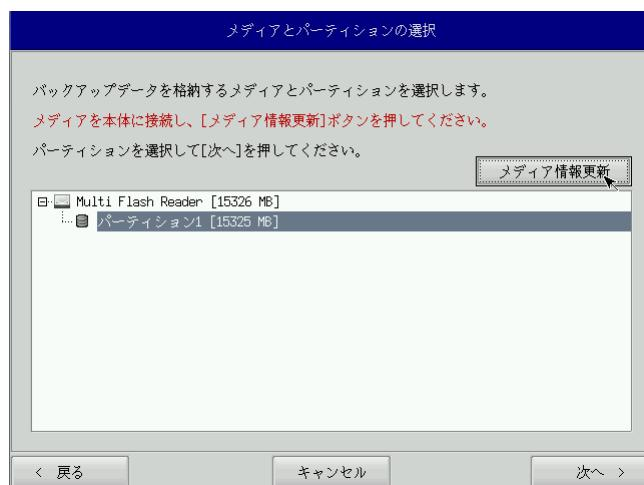

図6-3-1. メディアとパーティション選択画面
- ⑤ メディアとパーティション選択画面（図6-3-1）が表示されます。本体にメディアを接続し、[メディア情報更新]ボタンを押してください。バックアップファイルを保存するメディアのパーティションを選択し、[次へ]ボタンを押します。